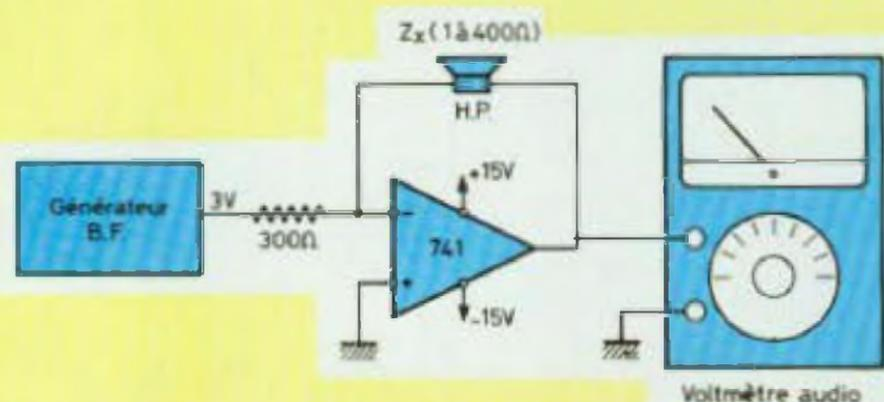

Fig. 2. Méthode de mesure directe de l'impédance d'un haut-parleur.
pratique, on l'a retrouvée plus récemment dans un petit appareil de mesure japonais de marque Sanwa appelé « Io-Res ». En se basant sur cette même idée, mais à partir d'un circuit différent en plusieurs points, adapté à des composants actifs disponibles en France, ce circuit a donc été conçu. Il permet, mis à part l'affichage direct de l'impédance, l'affichage direct des selfs et capacités, du moins pour les valeurs les plus couramment employées dans les filtres passifs pour enceintes acoustiques. La figure 2 montre l'idée d'origine (S. Kato, 1970). Le principe est extrêmement simple. Il est basé sur une conversion directe V/Ω grâce à l'emploi d'un amplificateur différentiel. Comme le montre la figure, la charge Z_x est montée en contre-réaction sur l'amplificateur opérationnel. En prenant l'exemple simple d'un signal de 3 V d'amplitude appliqué à l'entrée du circuit, d'une résistance série de valeur 300 Ω , le signal de sortie en volts sera proportionnel au rapport 300 $\Omega/3$ V soit 100 Ω par volt. Autrement dit, la relation valeur de résistance de contre-réaction/tension de sortie sera proportionnelle au rapport 100 (Ω)/1 (V). Pour une valeur Z_x de 8 Ω , la tension obtenue en sortie sera de 0,08 V ou 80 mV. Pour 16 Ω on obtiendra 160 mV alors que pour 100 Ω on aura 1 V en sortie. En multipliant l'échelle par 100, l'affichage indiqué en sortie sera le reflet exact de la valeur de l'impédance Z_x . Entre les valeurs d'impédance comprises entre 1 Ω et 300 Ω , la tension de sortie obtenue sera comprise